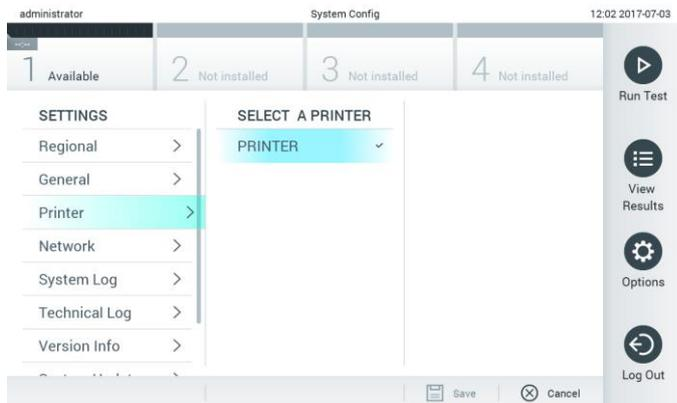

Figura 61. Selección de una impresora del sistema.
3. Seleccione una impresora de la lista de impresoras disponibles (figura 61).